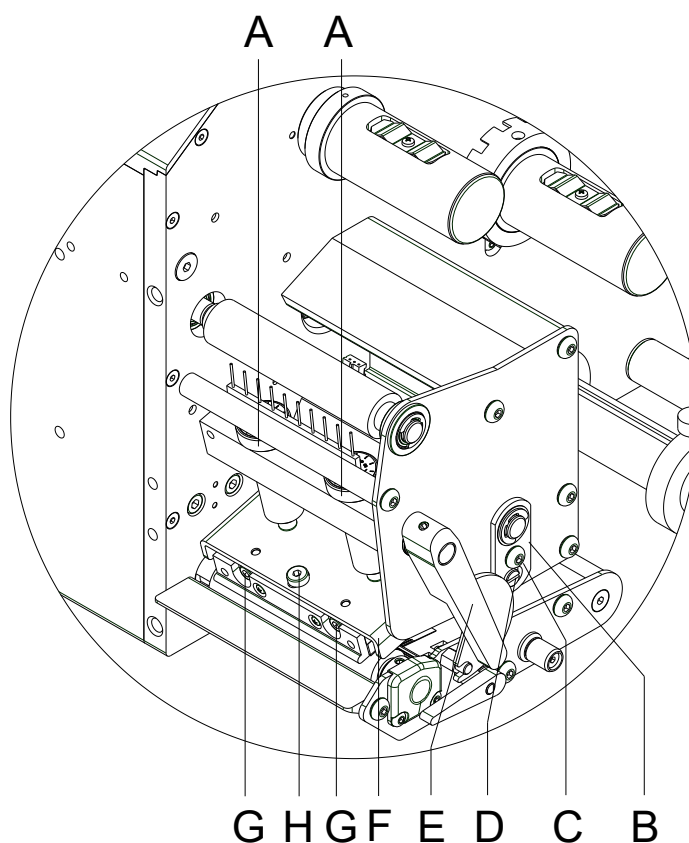

Figure 17
Après avoir régler le parallélisme s'il n'y a pas de pression régulière sur la largeur d'impression complète on peut cela régler à l'aide d'une plaque réglage (B, Figure 17).
1. Desserrer la vis (C, Figure 17) avec un tournevis environ $\frac{1}{4}$ tours.
2. Tourner l'axe excentrique (D, Figure 17) pour régler la pression et ajuster la tête d'impression jusqu'à l'impression test est correcte et a une bonne qualité.
3. Serrer encore la vis (C, Figure 17).
La pression de la tête d'impression peut être modifiée avec les vis (A, Figure 17) à l'intérieur et/ou à l'extérieur. Une augmentation de la pression de tête conduit sur la partie correspondante à une amélioration du noircissement de l'impression et à un déplacement de passage de film transfert dans le sens correspondant.
1. Tourner les vis (A, Figure 17) pour modifier la pression de la tête d'impression.
2. Tourner les vis (A, Figure 17) en sens des aiguilles d'une montre jusqu'à la fin ça résulte en une augmentation de la pression de 10N à l'égard du réglage d'usine.
3. Tourner les vis (A, Figure 17) exactement une rotation de la fin droite en sens inverse des aiguilles d'une montre cela résulte au réglage d'usine.